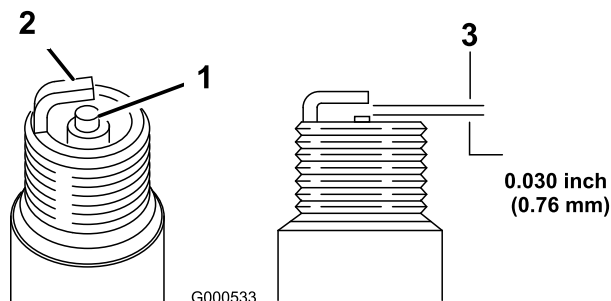

Figure 24
- Réglez l'écartement des électrodes à 0,76 mm (Figure 24).